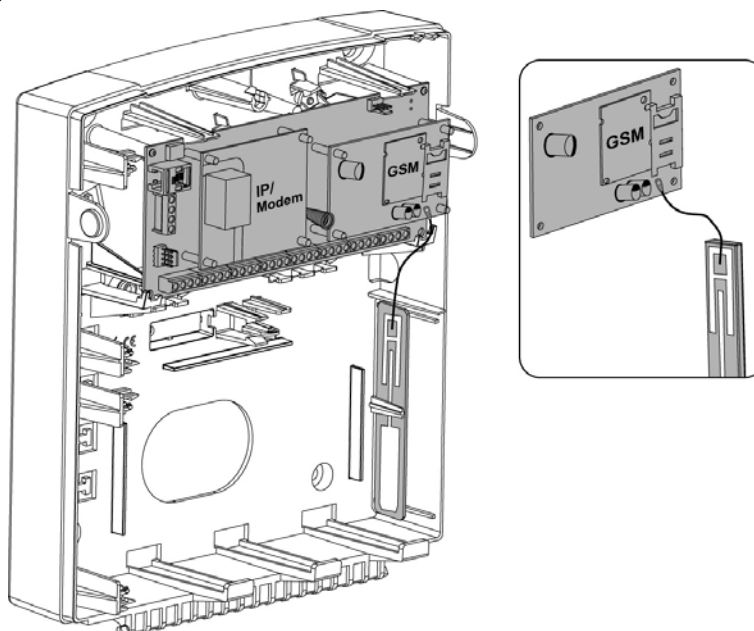

Figura 2-11 Colocación del panel GSM/GPRS y antena
1. Coloque el tablero de comunicación opcional GSM / GPRS (montado en sus soportes cilíndricos de colocación). Consulte la Figura 2-11.
3. Coloque la placa de la antena y deslícela a su lugar. (Véase la Figura 2-11)